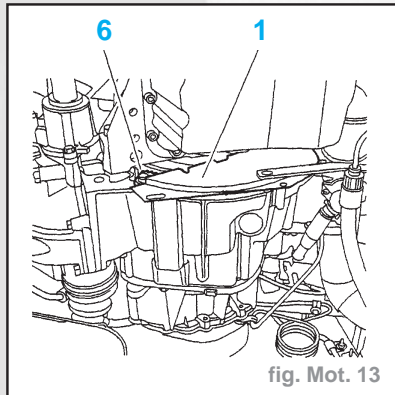

fig. Mot. 13
- Déposer l'outil (5).
- Déposer partiellement la tôle de fermeture du carter d'embrayage (1) (fig. Mot. 13).
- Bloquer le volant-moteur à l'aide de l'outil (6) (arrêteur 9044-T) (fig. Mot. 13).